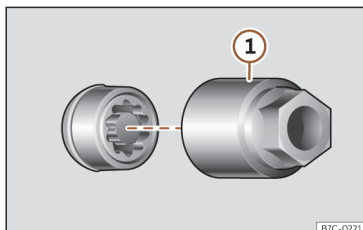

Abb. 193 Diebstahlhemmende Radschraube mit Abdeckkappe und Adapter
>>> **(Abb. 193) ①** (Bordwerkzeug >>> S. 307) bis zum Anschlag in die diebstahlhemmende Radschraube ein.